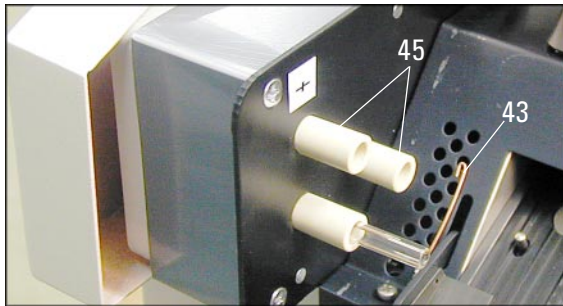

Fig. 14
- Rabattre le réflecteur (40) vers le haut.
- Retirer le tube à éclats usagé (42) délicatement et d'un mouvement uniforme vers la droite, sans dévier. Si le tube à éclats tient bien, essayer de le bouger légèrement dans la douille.
- Veiller à ne pas détacher le ressort de contact (43) du fil d'allumage (44) de la lampe (Voir aussi les fig. 14 et 15).